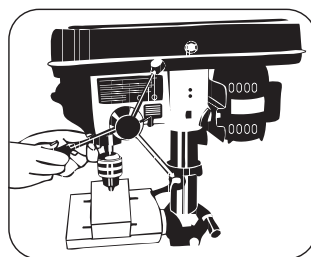

FIGURA 8.6
- Parafuse as alavancas de aproximação nos orifícios localizados no eixo do pinhão **21** (Figura 8.6).